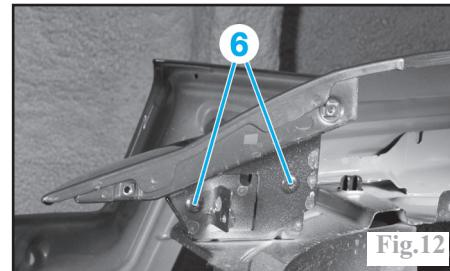

Fig.12
- les têtes des rivets (6) (Fig.12).